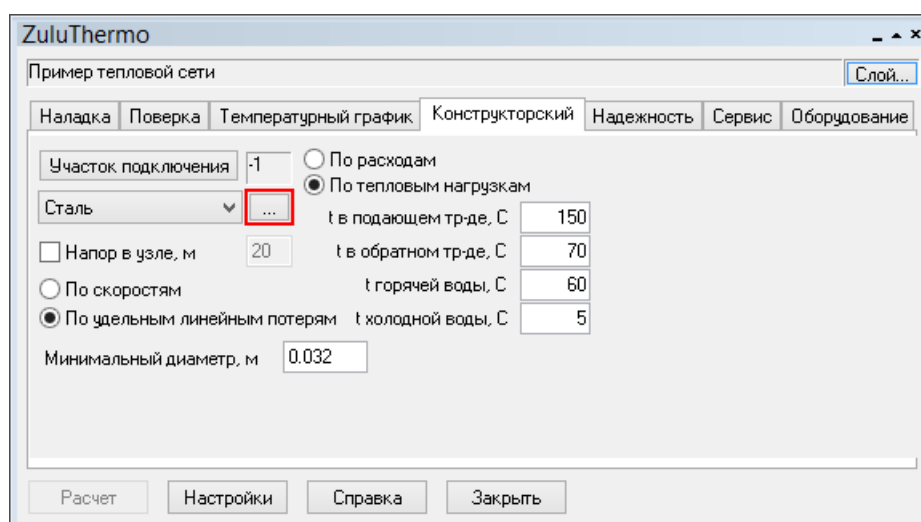

Рисунок 20.2. Открытие справочника по трубам
4. На панели ZuluThermo нажать кнопку . (смотрите Рисунок 20.2, «Открытие справочника по трубам»).